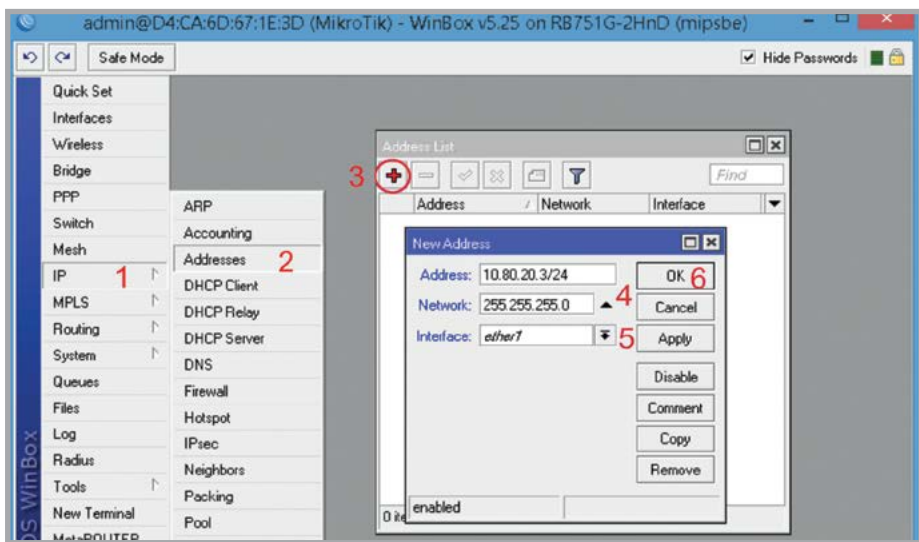

Рис.8. Статический IP адрес и маска подсети WAN порта
1. Открываем меню **IP** (рис. 8).